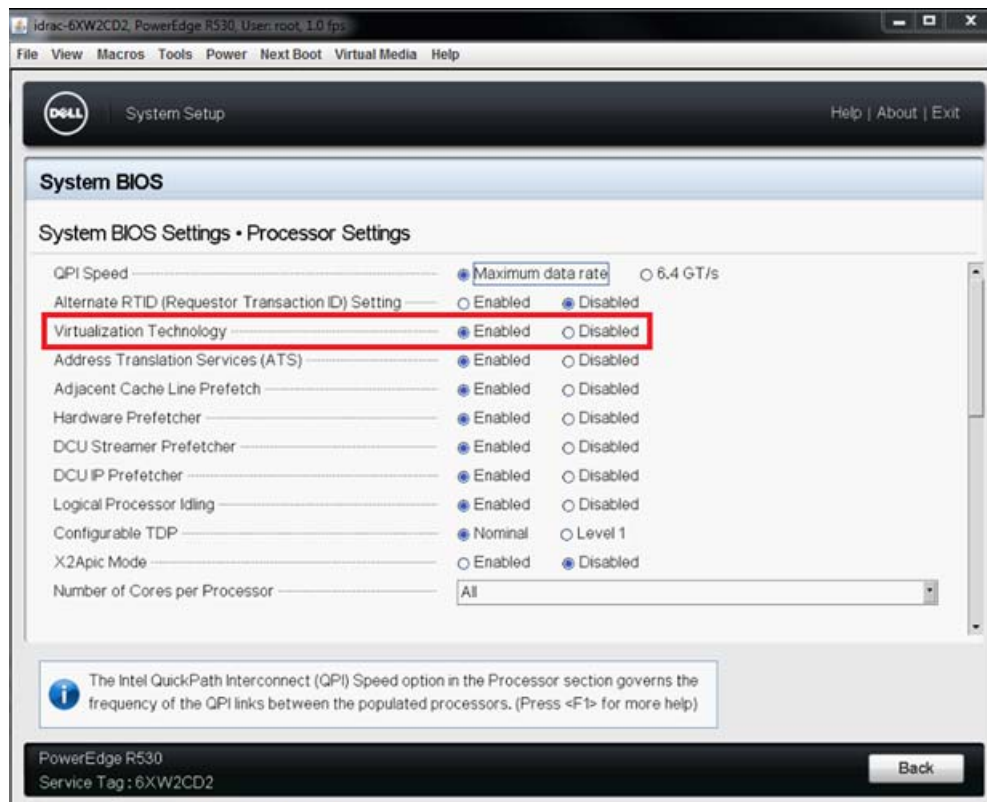

Abbildung 8-8. Systemeinrichtung: Prozesseureinstellungen für SR-IOV
5. Führen Sie auf der Seite „Processor Settings“ (Prozessoreigenschaften) (Abbildung 8-8) die folgenden Schritte aus: